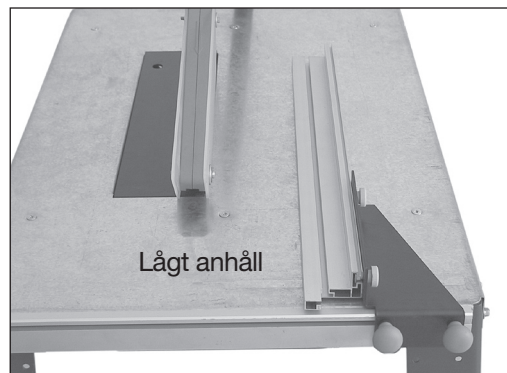

Bild 15.
- Lågt anhåll: För tunna ämnen. När sågklingan är snedställd. Bild 15.